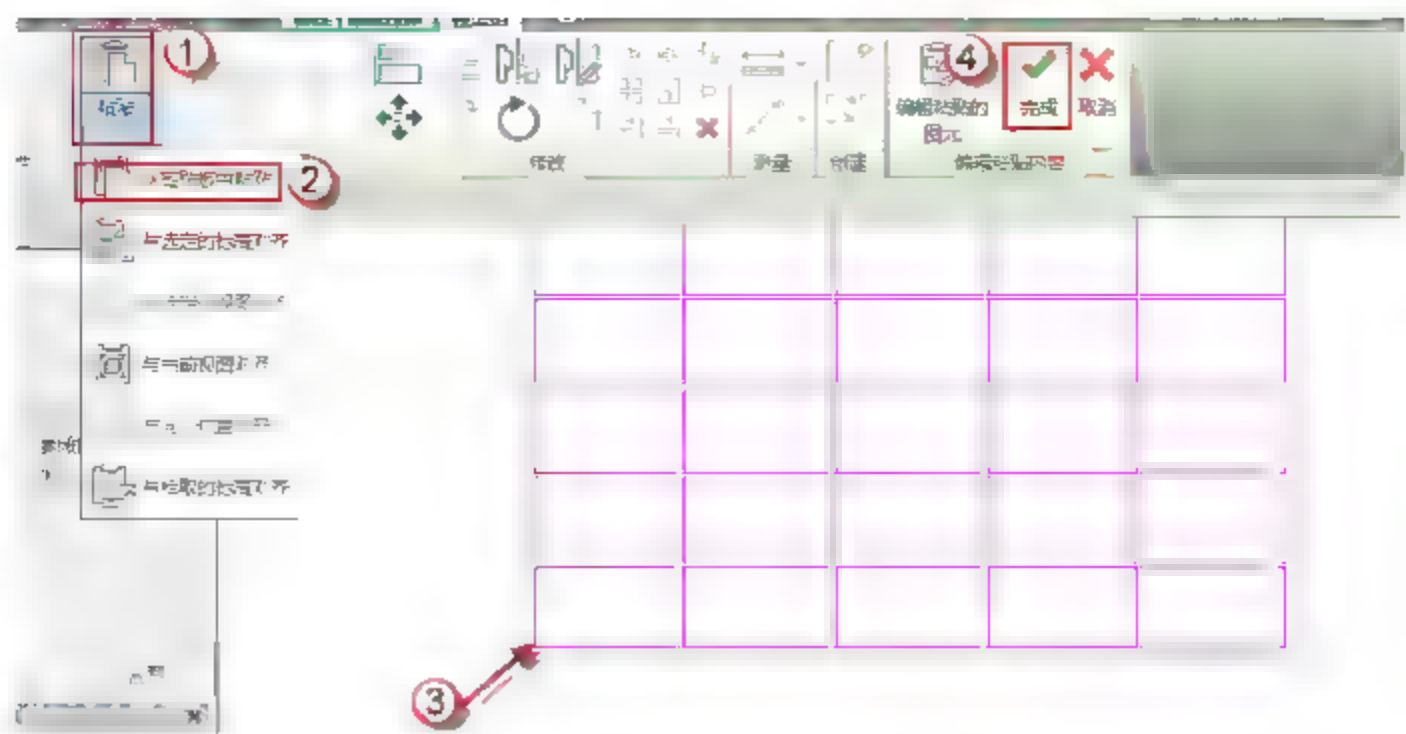

图 12.1.42 粘贴“玻璃轮廓线”
(16) 粘贴“玻璃轮廓线”。选择“创建”→“拉伸”命令，在“修改/创建拉伸”中选择“粘贴”→“从剪贴板中粘贴”命令，将前面复制的“玻璃轮廓线”粘贴到相应位置，在上下文关联选项板中单击√按钮，如图 12.1.42 所示。